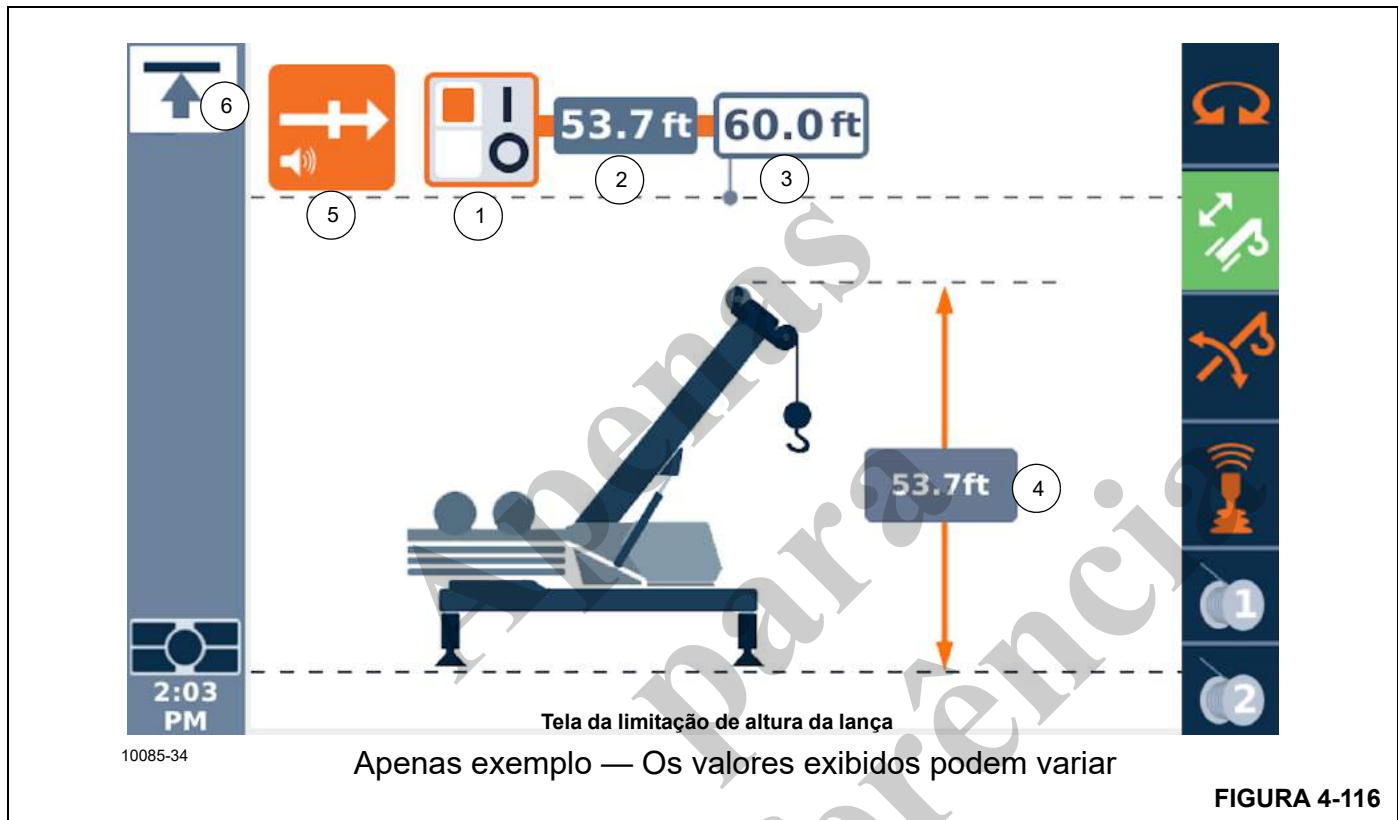

FIGURA 4-116
tivo (5, Figura 4-70) muda o ícone destacado na tela. Conforme as teclas de seta são pressionadas, o destaque se move entre os ícones, com a cor laranja geralmente significando que o objeto está selecionado e pode ser afetado pelas ações seguintes. Na Figura 4-116, o item 5 é destacado em laranja.
O Menu de Limitação da a Limitação da altura da lança permite ao operador definir um limite para a altura máxima da lança. O item (6, Figura 4-116) mostra o Ícone de Limitação de altura da lança. A Tabela 4-9 lista os Símbolos da tela de limitações do WRL.
3. Selecione o menu de limitação da altura da lança (4, Figura 4-115). **NOTA:** O Ícone de limitação da altura da lança (6, Figura 4-116) é mostrado no lado esquerdo superior da tela do ODM.
5. Habilite a Limitação usando o Botão rotativo (5, Figura 4-70), ou as teclas de Seta (4, Figura 4-69) para mover e selecionar o Símbolo de Chave de ativação/desativação LIGA/DESLIGA (1, Figura 4-117). **NOTA:** A Chave (1, Figura 4-116) é uma chave de duas posições. Clique em OK (5, Figura 4-69), ou use o Botão rotativo (5, Figura 4-70) para alternar a chave.
3. Selecione a tela do Menu de limitação da altura da lança (4, Figura 4-115). **NOTA:** O Ícone de limitação da altura da lança (6, Figura 4-116) é mostrado no lado esquerdo superior da tela do ODM.
4. Ative a limitação usando o Botão rotativo (5, Figura 4-70) ou as teclas de Seta (4, Figura 4-69) e mova até a Chave de ativação/desativação (1, Figura 4-119). **NOTA:** A Chave (1, Figura 4-116) é a Chave de ativação/desativação e é uma das chaves de duas posições. Clique em OK (5, Figura 4-69), ou use o Botão rotativo (5, Figura 4-70) para alternar a chave. Clique em OK.
5. Use a tecla de função de Seta para a direita para destacar o Valor da limitação (3, Figura 4-116). Use o botão OK (5, Figura 4-69) para começar a inserir o valor. Use a Seta para cima ou a Seta para baixo ou o Botão rotativo (5, Figura 4-70) para alterar o valor (em décimos) para o valor de altura da ponta desejado.